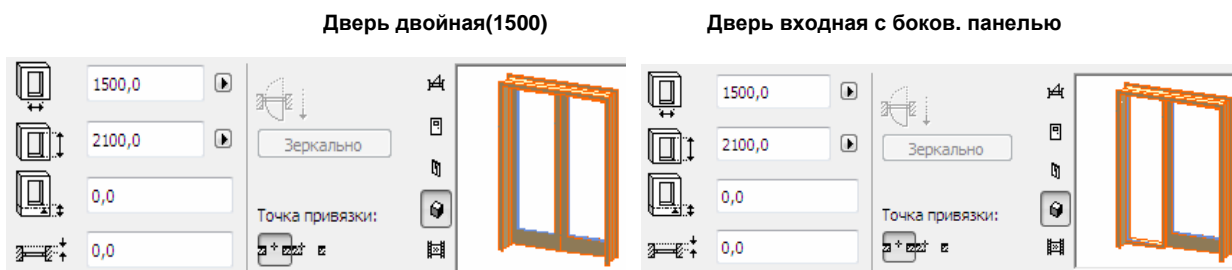

Рис. 61
1. Дважды щелкните инструмент **Дверь** и так изменяйте параметры дверей, неоднократно используя диалоговые окна, чтобы они соответствовали заданию (рис. 61). В приведенном примере использовано четыре типа дверей: для туалетных комнат, одинарные двери для межкомнатных внутренних стен, двойные двери для межкомнатных внутренних стен и наружные двери (рис. 62). В **Избранное** они сохранены под именами **Дверь в санузле**, **Дверь одинарная(800)**, **Дверь двойная(1500)** и **Дверь входная с боков.панелью**. Фрагменты их диалоговых окон представлены на рис. 63.